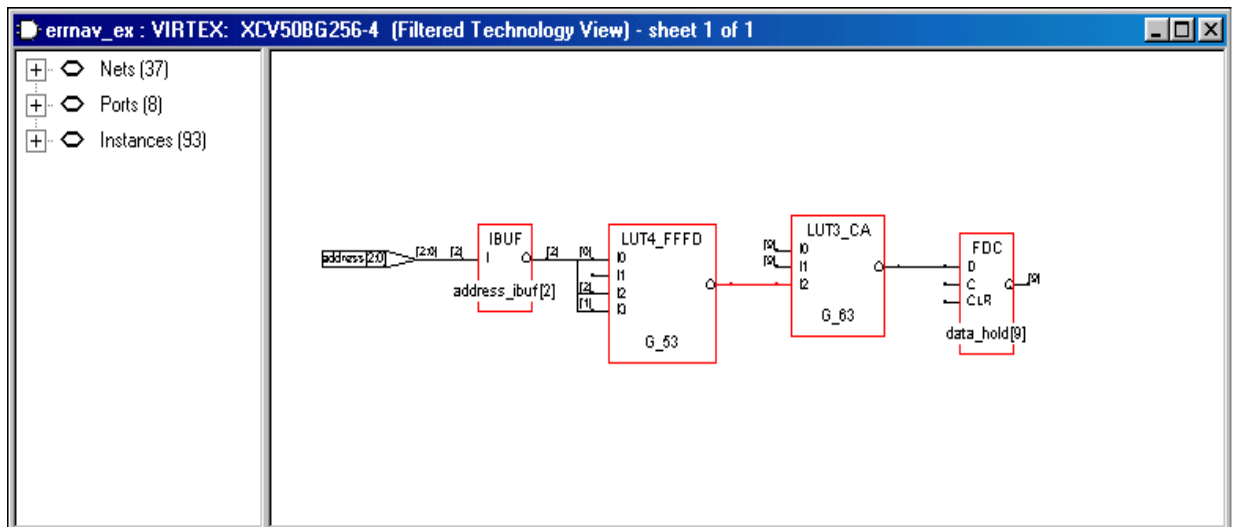

図 11: Synplicity の Technology View ウィンドウに表示されるフィルタパス
- 回路図を隔離して選択されたパスだけを表示するには、Technology View ウィンドウでマウスの右ボタンをクリックし、[Filter Schematic] を選択します。フィルタパスについては、図 11 を参照してください。